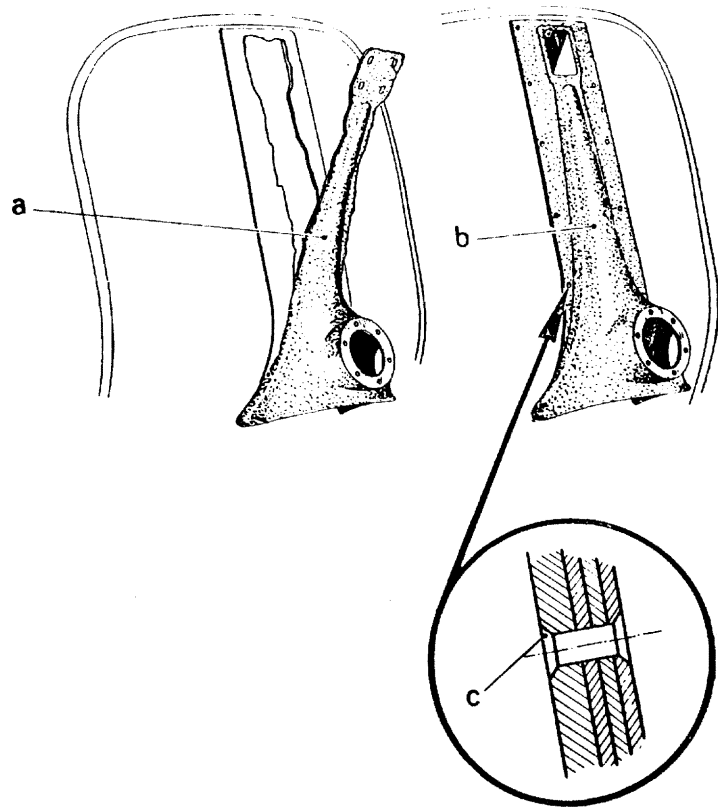

Fig. 57
- a) - First remove the « P » badge and then with a cold chisel cut out the profiled portion of the pressing as indicated in fig. 57 by the letter « a ».
- a) - Arrancar con un cortafrío, después de haber quitado la placa « P », la parte en relieve del cubre - dirección efectuando el corte como se indica en la fig. 57 con la letra « a ».